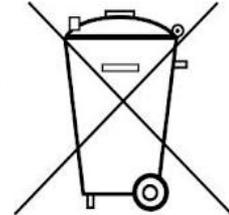

Fig. 1 Struttura sperimentale con il tubo di Kundt
- Munire il tubo di Kundt di sonde microfono e posizionare (vedere Fig. 1).